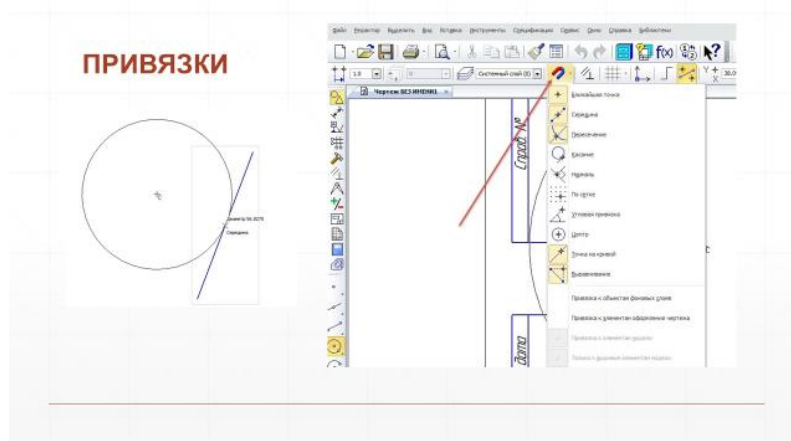

Рис.3 Глобальные привязки
- включить на панели текущего состояния кнопку «Привязки» - установить привязку по СЕРЕДИНЕ и нажать ОК. Для построения использовать привязки (рис.3).
На этой панели расположены кнопки, позволяющие обратиться к командам простановки **размеров и технологических обозначений** (рис.3). Для вызова какой-либо команды необходимо нажать соответствующую кнопку панели: линейные размеры, радиус, угловые размеры и т.д. Размеры на чертежах наносятся согласно ГОСТ 2.307-2011